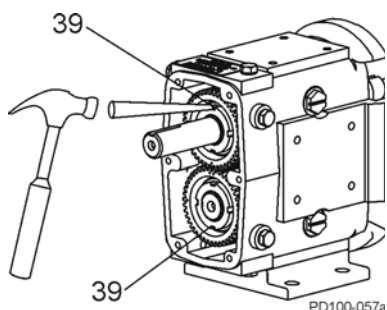

Figura 69 - Endireite a guia de trava nas arruelas de pressão
6. Endireite a guia nas arruelas de pressão (Figura 69, item 39).